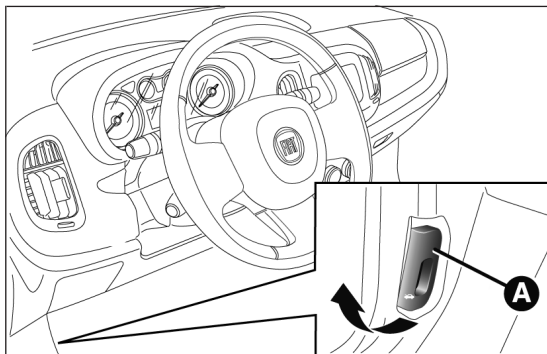

fig. 101
- tirer le levier A fig. 101 dans le sens indiqué par la flèche ;